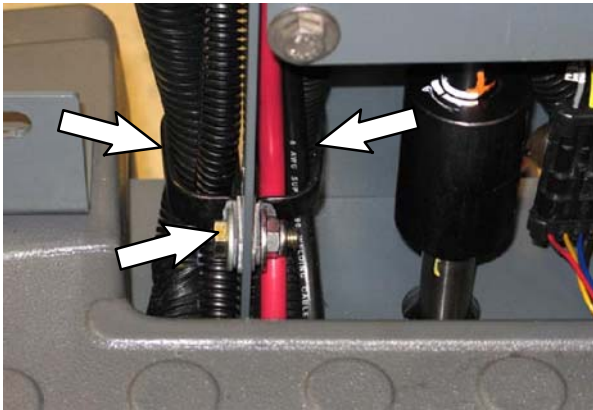

ABB. 52
32. Befestigen Sie die Kabelklemmen. (Abb. 52)